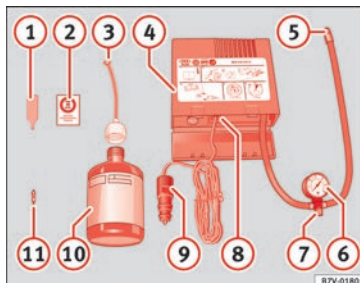

Fig. 96 Representação standard: conteúdo do kit antifuros.
O kit antifuros está localizado na bagageira, por baixo do revestimento do piso. Inclui os seguintes componentes » **Fig. 96:**
Volte a enroscar o tubo de enchimento » Fig. 96 ⑤ e verifique a pressão no manómetro ⑥.